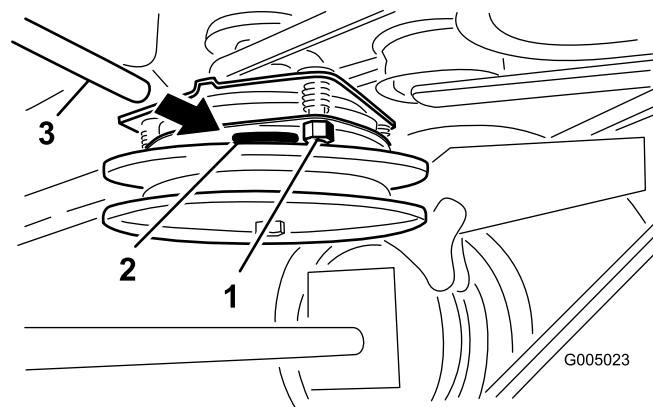

Figura 44
- Apriete las contratuercas hasta fijar ligeramente la galga pero dejando que ésta se pueda mover con facilidad en la separación (Figura 44).